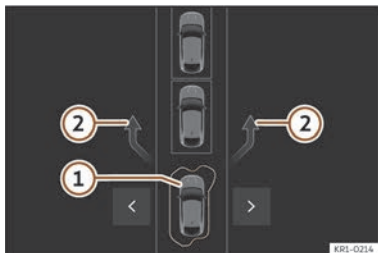

Fig. 147 Sur l'écran du système infodivertissement : sortir d'une place de stationnement en créneau.
- Allumez le clignotant correspondant, appuyez sur la flèche indiquant le côté de la chaussée vers lequel doit se faire le stationnement >>> fig. 147 ② et relâchez le frein. La manœuvre sera immédiatement effectuée.